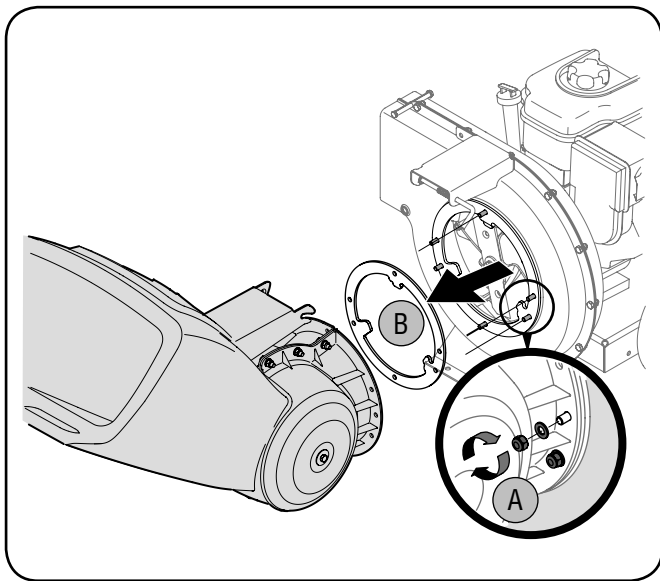

Рис. 7-3
4. Отверните 6 шестигранных контргайек и шайбы с приваренных шпилек на кожухе шарнирных ножей. См. рис. 7-3А. Сложите снятые детали.
5. Осторожно разделите воронку и узел крыльчатки, затем снимите опорную пластину. См. рис. 7-3В.